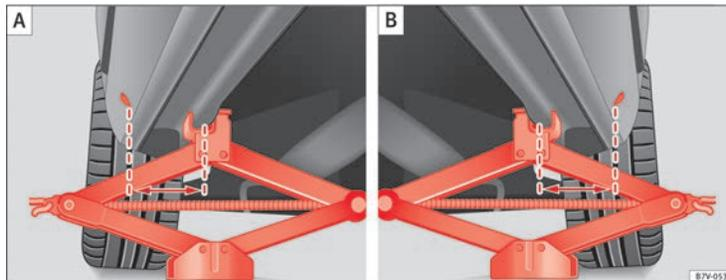

Abb. 186 Ⓐ: Wagenheber vorn an der linken Fahr-
⇒ Abb. 186. Es gilt der Aufnahmeplatz, der sich bei dem jeweiligen Rad be-
7. Sicherstellen, dass der Wagenheberfuß mit der ganzen Fläche sicher auf dem Boden steht und sich der Wagenheberfuß genau unter dem Ansetzpunkt ⇒ **Abb. 186** befindet.
8. Den Wagenheber ausrichten und gleichzeitig die Wagenheberklaue weiter hochkurbeln, bis die Klaue den Steg unter dem Fahrzeug ⇒ **Abb. 186** umfasst.
- Wagenheber nur an den beschriebenen Stellen ansetzen. Die Klaue des Wagenhebers muss den Steg des Unterholms sicher umfassen ⇒ **Abb. 186**.